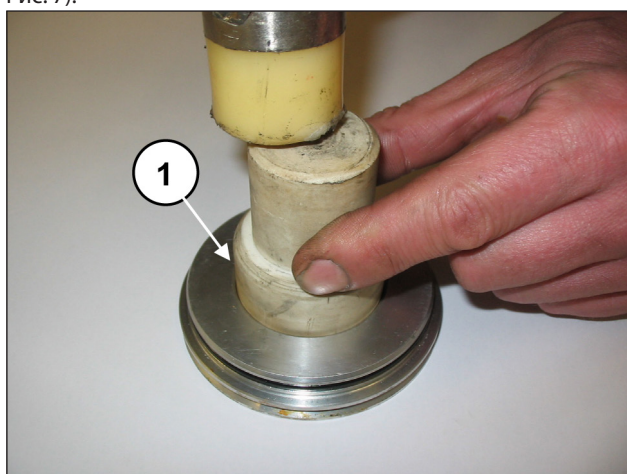
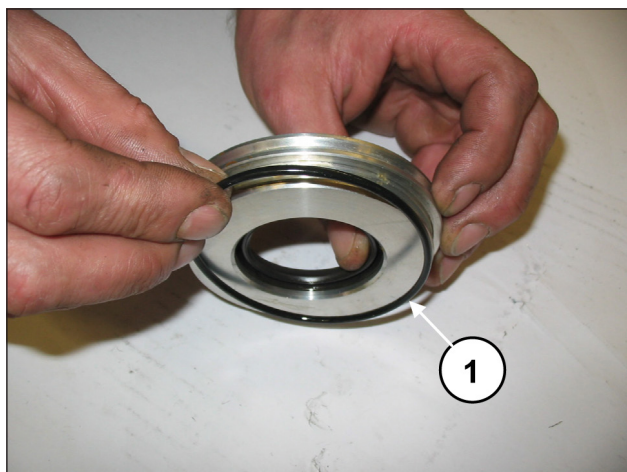

Рис. 6
Рис. 7
Извлеките радиальное уплотнительное кольцо (поз. ①, Рис. 6) и внешнее уплотнительное кольцо O-ring (поз. ①, Рис. 7).